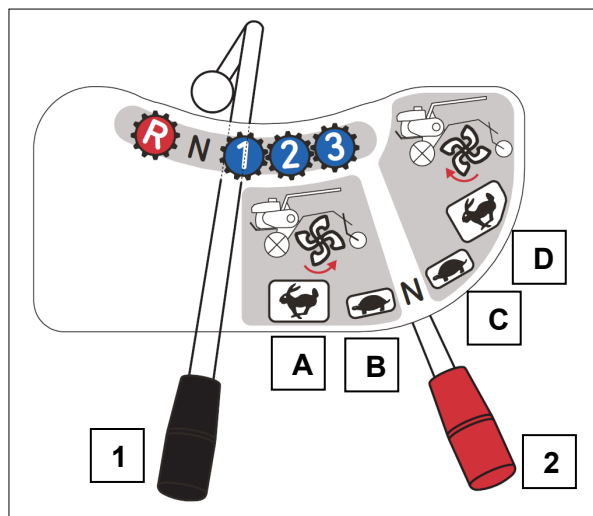

Figure 4
Ce levier (1, Figure 4) permet de sélectionner trois vitesses d'avance (1, 2, 3), une vitesse de marche arrière (R) ou une position neutre (N).
Ce levier (2, Figure 4) permet de sélectionner deux vitesses de rotation avant (rapide, lente), deux vitesses de rotation arrière (rapide, lente) ou une position neutre (N).
1. Placez le levier rotateur AV / AR en position B (Figure 4).